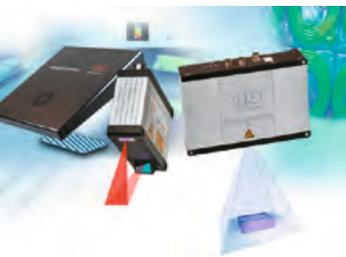

Abb. 1: Die 3D-Sensoren sind zur Inline-Prüfung in Produktionslinien konzipiert.
**Abb. 1:** Die intelligente Schraubverbindung vereint Kognitive Sensorik mit Funkkommunikation, Datensicherheit und autarker Energieversorgung. Sie misst und überträgt selbständig die Vorspannkraft und kann für Condition Monitoring und Structural Health eingesetzt werden.